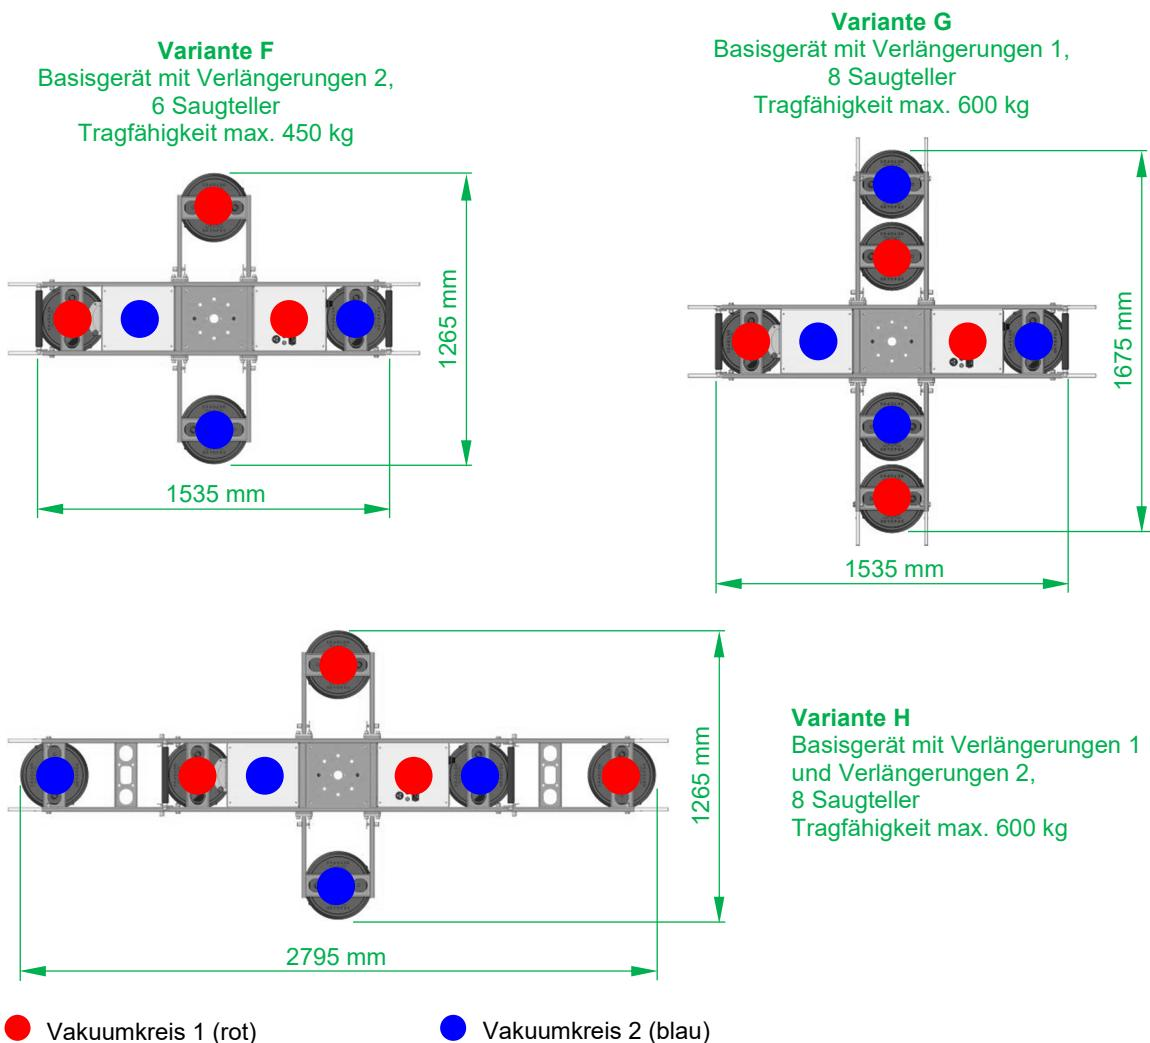

Abb. 3: Mögliche Konfigurationen des OKTOPUS® und Anordnung der Saugsteller
Durch den Anbau von Verlängerungen (s. Punkt 3.3) kann der OKTOPUS® GLASS-Jack GL-LN 600 an verschiedenste Elementabmessungen angepasst werden. In Abbildung 3 sind alle möglichen Varianten gezeigt. Aus Gründen der Übersichtlichkeit wurde auf die Darstellung des Kranarmes verzichtet.
- Wenden Sie sich bitte an das Wirth Service Team, wenn eine von Abbildung 3 abweichende Anordnung der Saugsteller erforderlich sein sollte.
Zur Realisierung der OKTOPUS®-Konfigurationen Variante D und G (s. Abb. 3) besteht die Notwendigkeit, jeweils einen zweiten Saugteller an die Verlängerungen 1 zu montieren. Gehen Sie dazu wie folgt vor: